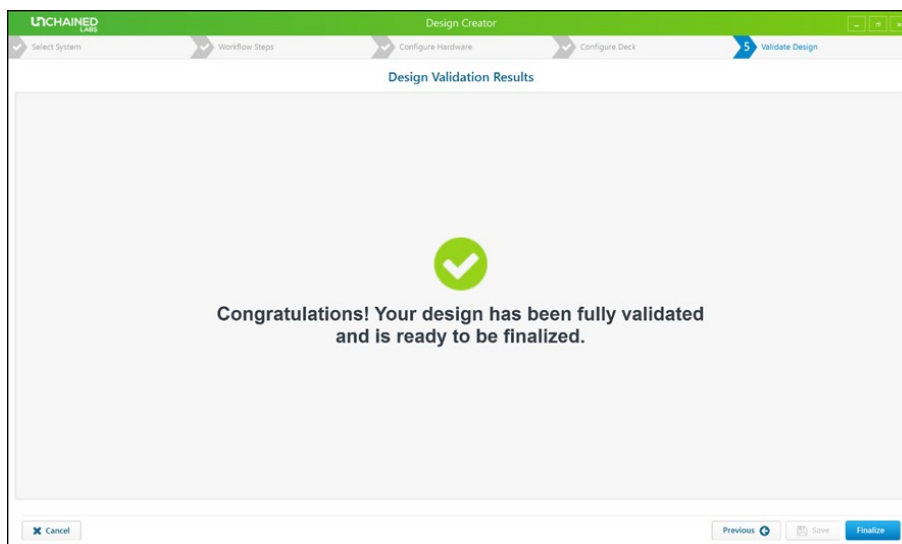

图 6-2-20
- e) **设计验证 (Validate Design)**: 若软件“Validate Design”步骤验证无误会出现如下界面（图 6-2-20），点击“Finalize”即完成设计并进入下一步。若此步骤发现问题可点击“Previous”返回修改。